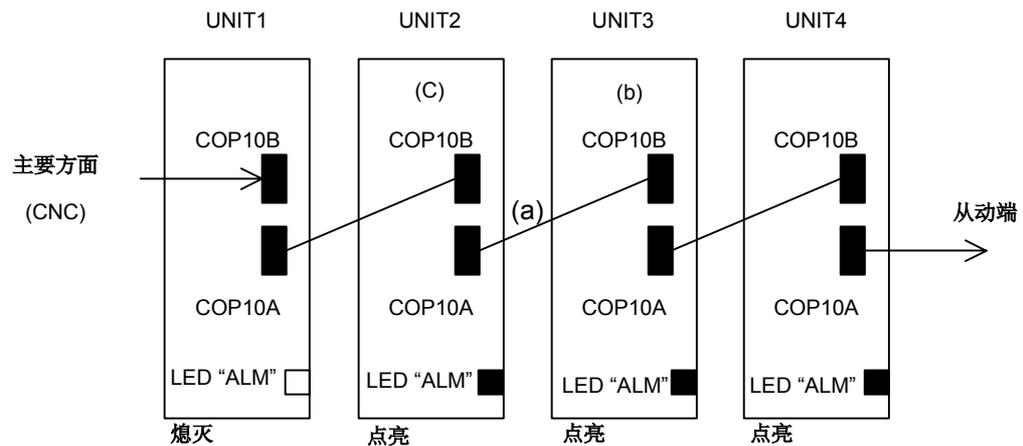

图 3.1.10
(若是图 3.1.10 的情形, 则为 UNIT2 和 UNIT3 间的电缆)
- (b) 更换在 LED“ALM”点亮的放大器中距 CNC 第二近的 SVM。(若是图 3.1.10 的情形, 则为 UNIT3)
- (c) 更换在 LED“ALM”点亮的放大器中距 CNC 最近的 SVM。(若是图 3.1.10 的情形, 则为 UNIT2)